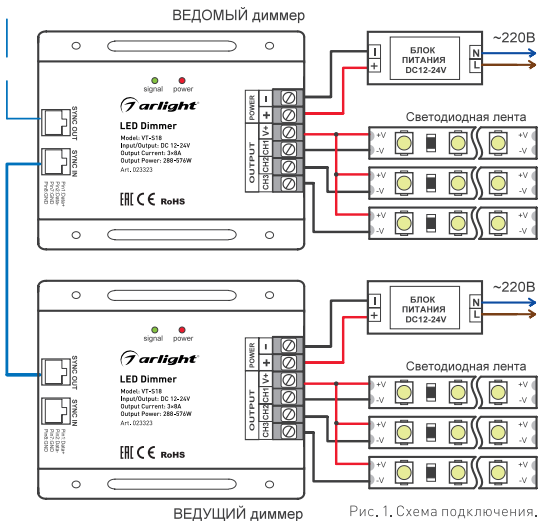

Рис. 1. Схема подключения.
- 3.4. Подключите светодиодную ленту или другой светодиодный источник света к выходам OUTPUT диммера, соблюдая полярность, как показано на Рис. 1. Все три выхода диммера управляются синхронно.